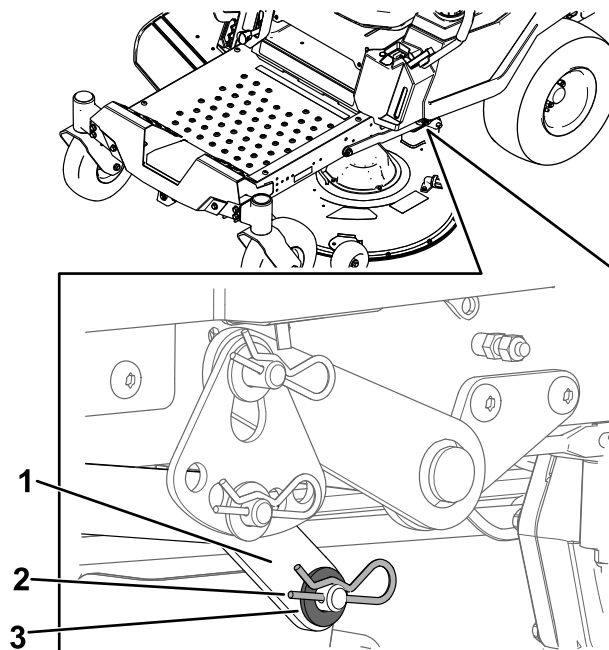

Figure 72
7. D'un côté de la machine, retirez la rondelle et la goupille fendue de l'axe du plateau (Figure 72).
8. Déposez le bras de levage de l'axe du plateau (Figure 72).
5. D'un côté de la machine, soulevez l'arrière du plateau de coupe et installez le bras de levage sur l'axe du plateau (Figure 72).
6. Installez le bras de levage avec la rondelle et la goupille fendue (Figure 72).